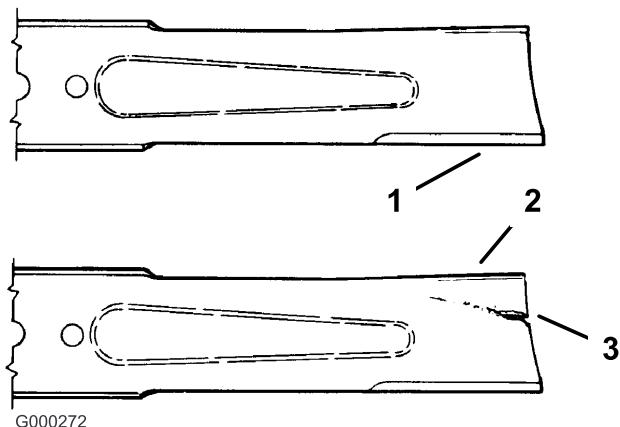

Figura 24
3. Controllate la lama (le lame), in particolare l'area curva (Figura 24). In caso di danni, usura o scanalature in quest'area (Fig. 23), montate immediatamente una nuova lama.
2. Controllate i taglienti (Figura 24). Se i taglienti non sono affilati o presentano intaccature, togliete la lama (o le lame) ed affilatela; vedere Affilatura della lama (o delle lame).